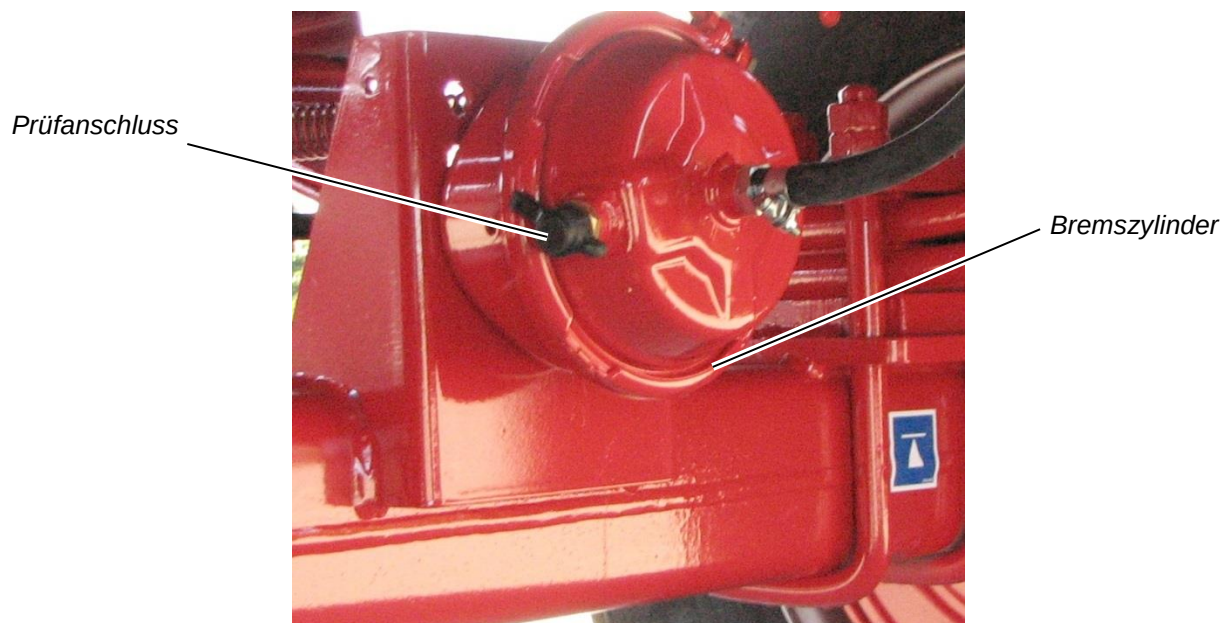

Abbildung 51: Prüfanschluss für Bremszylinderdruck
- ⇒ Ziehen Sie die Schutzkappe vom Prüfanschluss ab (siehe Abbildung 51).